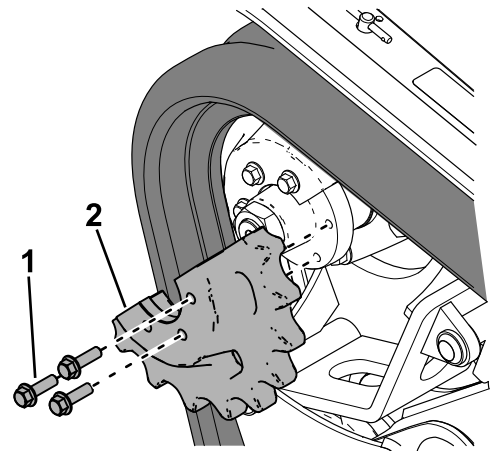

Figura 62
19. Applicare un composto frenafretili sui bulloni della metà della ruota conduttrice che avete rimosso e montate la metà della ruota conduttrice (Figura 62). Serrate i bulloni a un valore compreso tra 95 e 115 N·m.